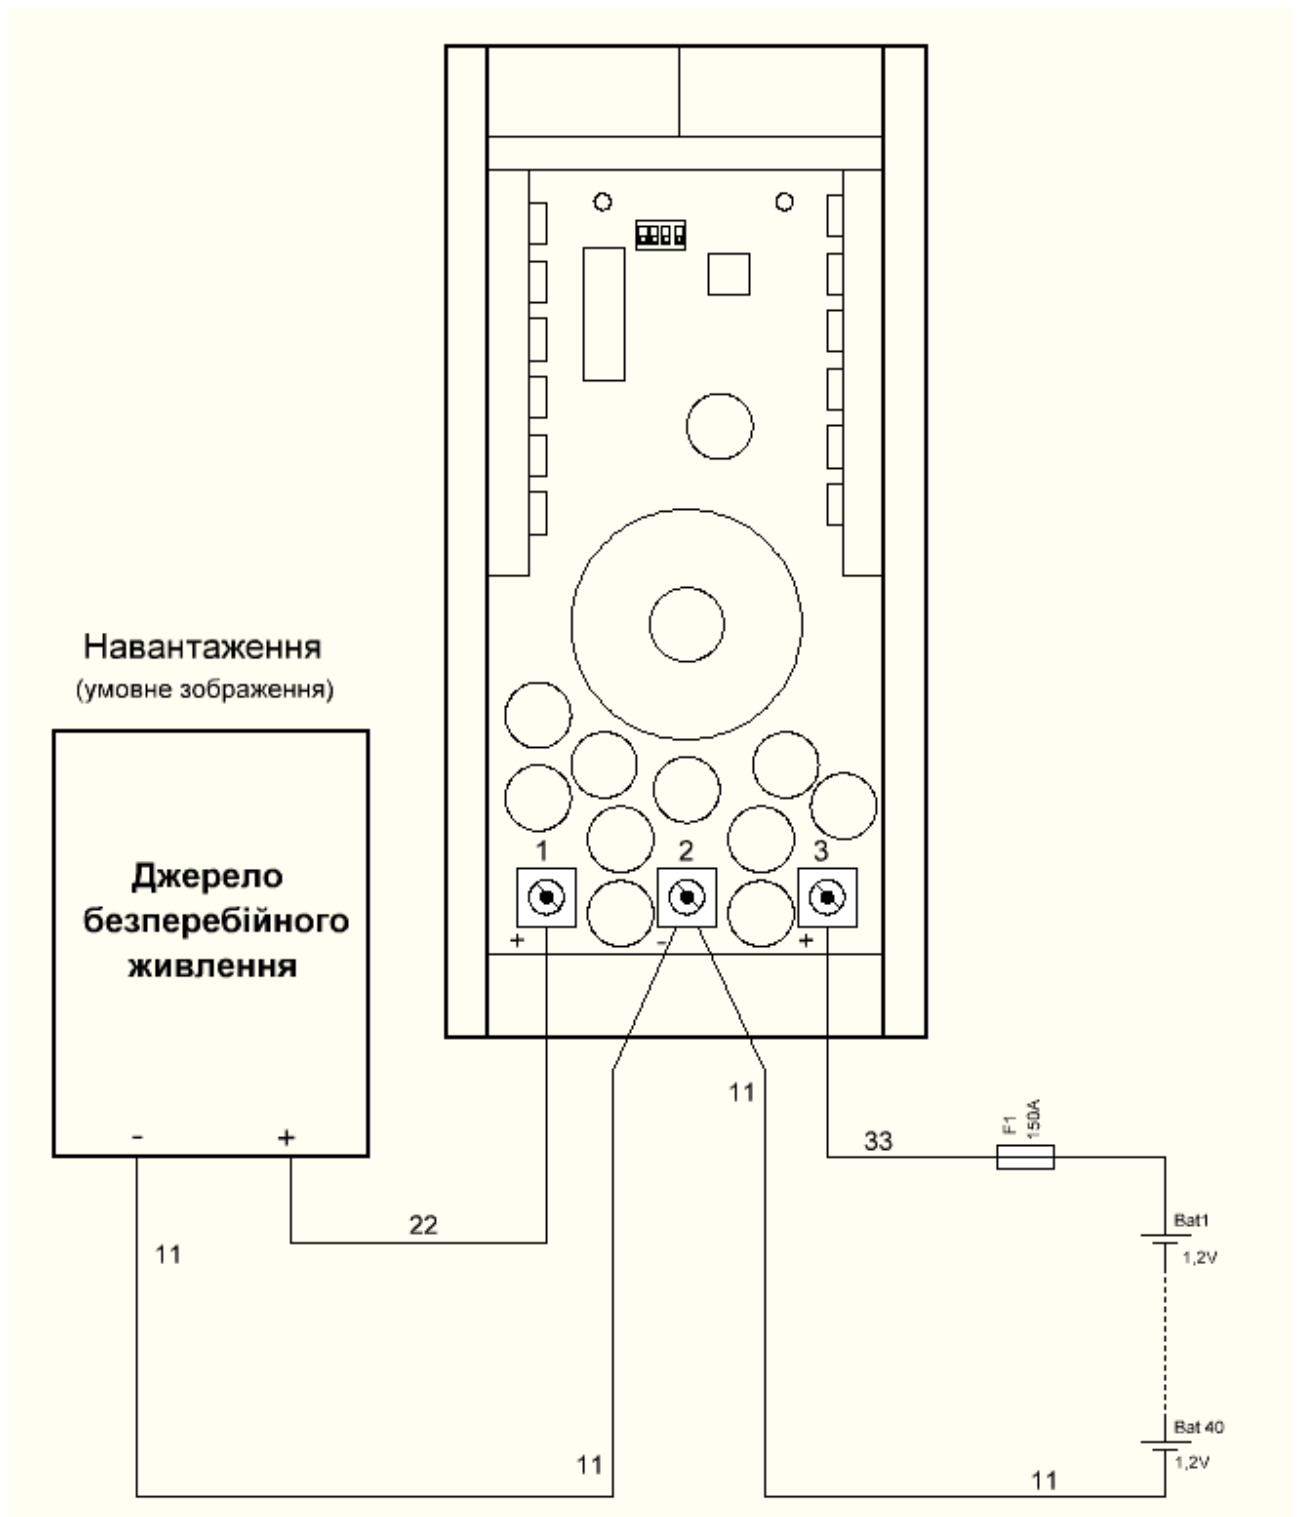

Рисунок 4.1 – Схема зовнішніх підключень перетворювача
- Спочатку потрібно підключити вихід перетворювача напруги до "+" навантаження (провідник 22 на рис. 4.1).
- Далі підключити "-" навантаження та "-" акумуляторної батареї до перетворювача (провідник 11 на рис. 4.1).
- Потім, через запобіжник, підключити вхід перетворювача до "+" АКБ (провідник 33 на рис. 4.1). **При підключенні до акумулятору буде іскріння, оскільки вхідна ємність перетворювача розряджена!**